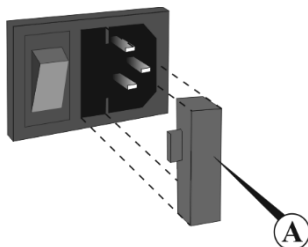

Рисунок 5. Замена предохранителя
- 9.4 **Замена предохранителя.** Отсоедините прибор от сети, а сетевой кабель – из разъема на задней панели прибора. Откройте держатель предохранителя (рис. 5/A), выдвинув его. Проверьте предохранитель и при необходимости замените, **M 2 A** (тип **M** - time lag: **Medium**).